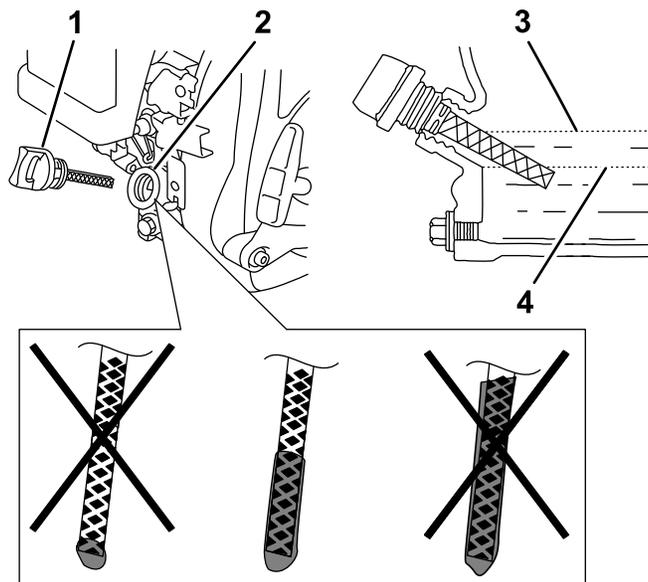

Figura 25
1. Retire la varilla (Figura 25) y vierta aceite lentamente en el orificio de llenado hasta que el nivel de aceite llegue a la marca de límite superior (borde inferior del orificio de llenado de aceite) de la varilla.